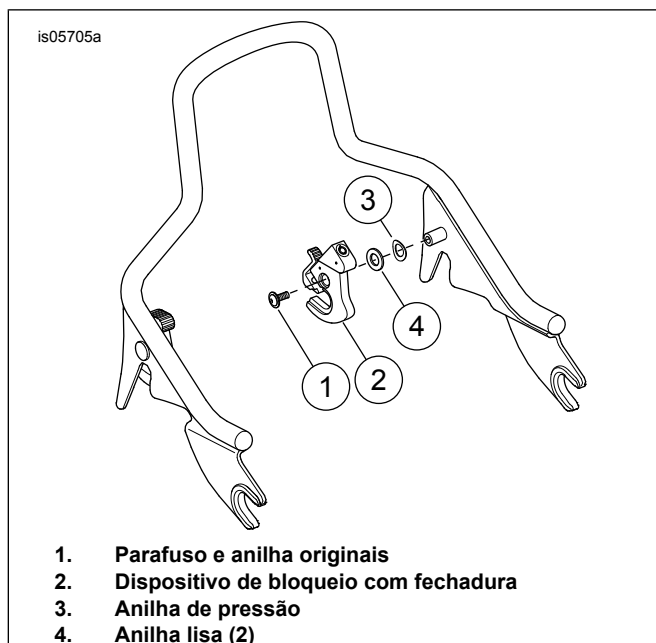

Figura 6. Instalação na parte interna do lado esquerdo
2. Ver Figura 6. Instalar a anilha de mola (3) na unidade de montagem do lado esquerdo.
3. Instalar a anilha chata (4) do kit na unidade de montagem.
5. Instalar o parafuso e a anilha originais (1).